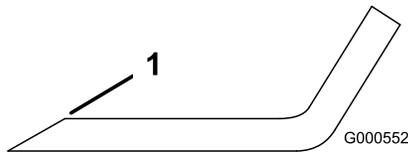
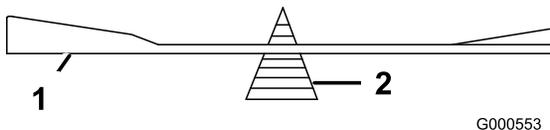

Bild 47
Bild 48
- Schärfen Sie die Schnittkante an beiden Enden des Schnittmessers mit einer Feile (Bild 47). Behalten Sie den ursprünglichen Winkel bei. Das Schnittmesser behält seine Auswuchtung bei, wenn von beiden Schnittkanten die gleiche Materialmenge entfernt wird.
- Überprüfen Sie die Auswuchtung des Schnittmessers auf einer Ausgleichsmaschine (Bild 48). Wenn das Schnittmesser in seiner horizontalen Position bleibt, ist es ausgewuchtet und kann wiederverwendet werden. Feilen Sie, wenn das Schnittmesser nicht ausgewuchtet ist, vom Flügelbereich des Messers etwas Metall ab (Bild 47). Wiederholen Sie diesen Vorgang, bis das Messer ausgewuchtet ist.